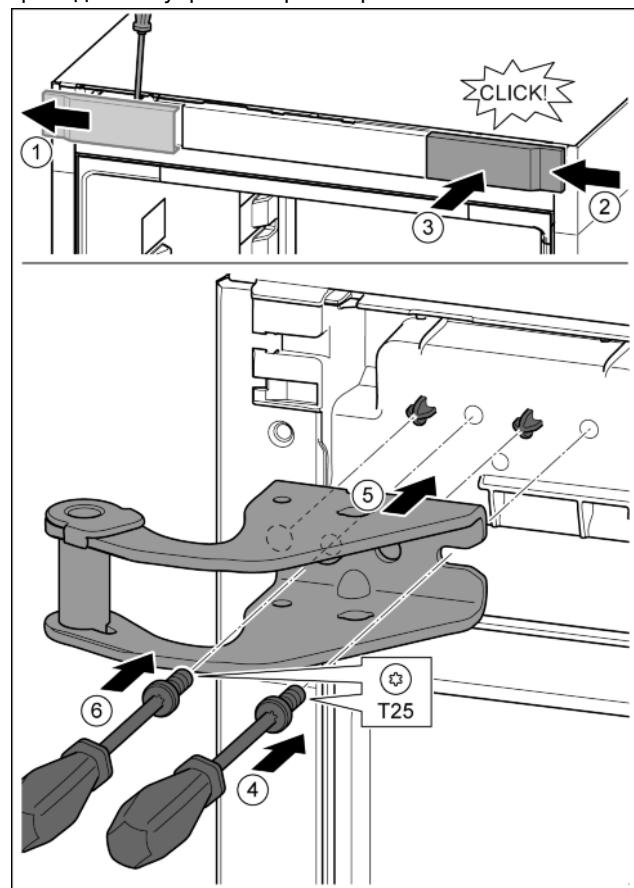

Fig. 14
- Крышку отсоединить с помощью отвертки и убрать в сторону. Fig. 14 (1)
- Навесить крышку, повернув ее на 180°, справа с другой стороны. Fig. 14 (2)
- Крышку зафиксировать. Fig. 14 (3)
- Установить винт отверткой T25. Fig. 14 (4)
- Установить верхний опорный кронштейн. Fig. 14 (5)
- Затянуть винт. Fig. 14 (4)
- Вставить и затянуть винт отверткой T25. Fig. 14 (6)